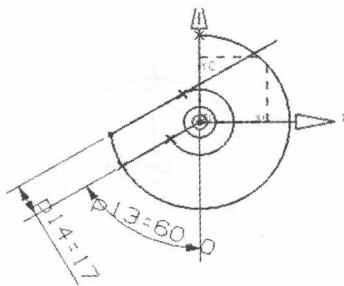
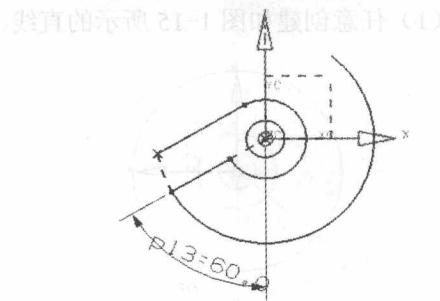

图 1-20 修剪结果
图 1-21 修剪的最后结果
(3) 修剪的结果如图 1-20 所示。使用同样的方法修剪的最后结果如图 1-21 所示。